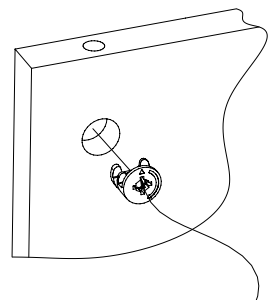

Рис.2
3. Вставьте головки минификсов в детали 8 и 9 (Рис. 2).